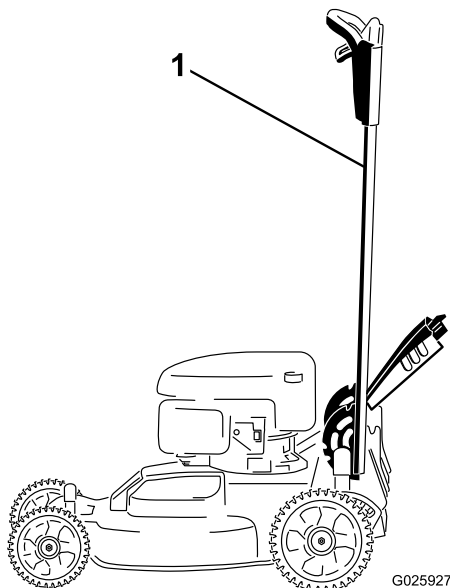

Рисунок 40
1. Зафиксируйте рукоятку в вертикальном положении (Рисунок 40); см. Регулировка высоты рукоятки \(страница 13\).